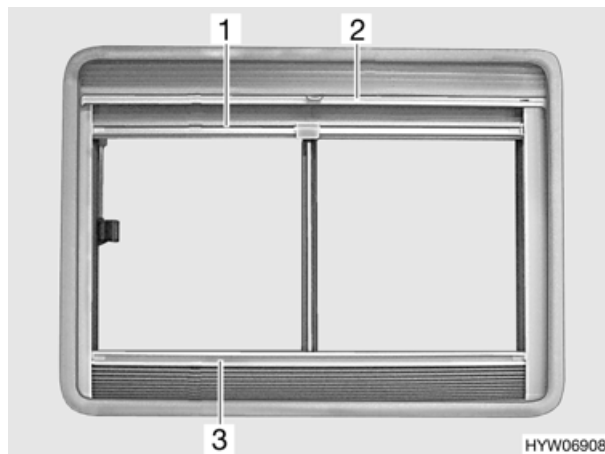

Fig. 37 Finestra con tende a rullo
- Afferrare la tendina oscurante pieghevole (Fig. 37,3) per la parte centrale della barra di presa, tirarla verso l'alto e rilasciarla nella posizione desiderata.
- Tirare la zanzariera a rullo (Fig. 37,1) per la maniglia verso il basso fino a quando non si trova in contatto con la tendina oscurante pieghevole (Fig. 37,3).
- Per regolare la tendina parasole (Fig. 37,2) ad un'altezza desiderata, tirarla per la maniglia verso il basso e rilasciarla nella posizione desiderata.